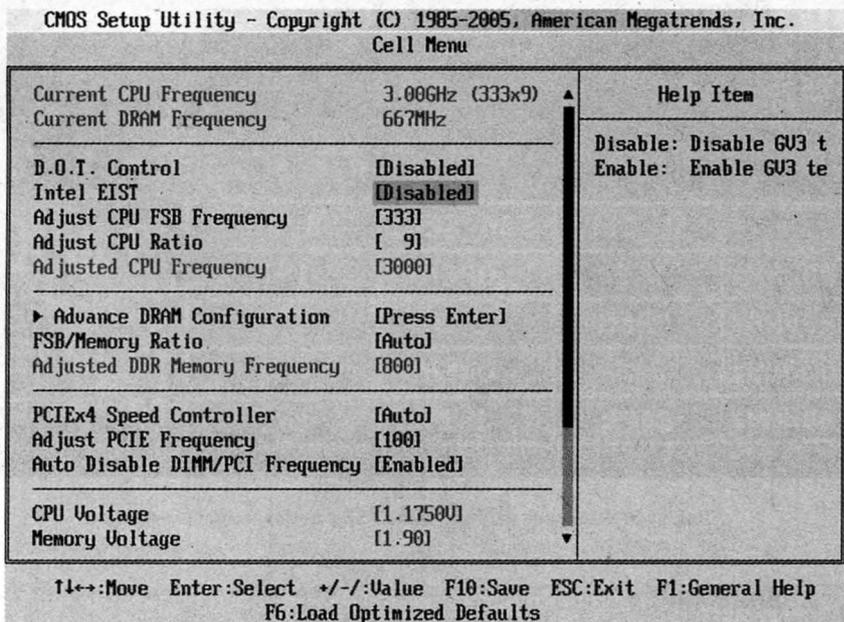

Рис. 12.2. Раздел Cell Menu системной платы от MSI
- Cell Menu – MSI (рис. 12.2);